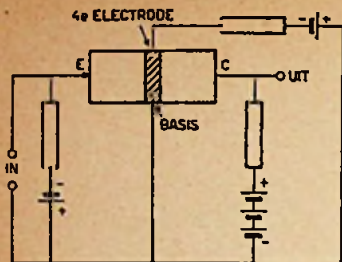

Fig. 12
R. L. Wallace van de Bell Laboratories vond een weg om dit bezwaar te elimineren en maakte een tetrode-transistor (fig. 12 en 13).